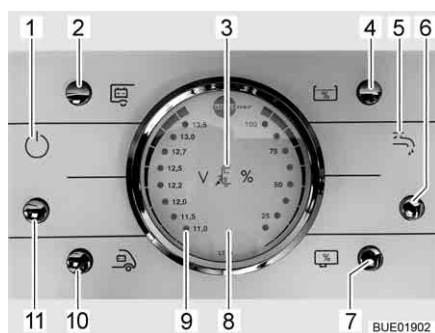

Bild 164 Panel LT 96
Knappen (Bild 164,11) kopplar till och från panelen och 12 V försörjningen till bodelen.
Slå på: ■ Tryck på knappen (Bild 164,11): 12 V-försörjningen för bodelen är påslagen. Kontrolllampan (Bild 164,1) lyser.
Slå från: ■ Tryck på knappen (Bild 164,11): 12 V-försörjningen för bodelen är avstängd. Kontrolllampan (Bild 164,1) slocknar.
På instrument V/Tank (Bild 164,8) beakta vänstra skalan. Instrumentet belyses automatiskt, så snart en knapp trycks.
- Tryck på knappen (Bild 164,10): Startbatteriets spänning visas.
- Tryck på knappen (Bild 164,2): Bodelsbatteriets spänning visas.
På instrumentet V/tank kan vattennivån och avloppsvattennivån avläsas. På instrument V/Tank (Bild 164,8) beakta den högra skalan. Instrumentet belyses automatiskt, så snart en knapp trycks.
- Tryck på knappen (Bild 164,4): Vattenvolymen visas.
- Tryck på knappen (Bild 164,7): Avloppsvattenvolymen visas.
- Tryck på knappen (Bild 164,6): Vattenförsörjningen är aktiverad. Kontroll-lampa vattenpump (Bild 164,5) tänds.
- Tryck på knappen (Bild 164,6): Vattenförsörjningen är avstängd. Kontroll-lampa vattenpump (Bild 164,5) släcks.
Den röda varningslampan "ALARM" (Bild 164,9) blinkar så snart spänningen i bodelsbatteri har sjunkit till under 11 V (mätning under pågående drift) och risk för djupurladdning föreligger.
12 V-kontrollampa (Bild 164,1) tänds när 12 V-huvudströmbrytare (Bild 164,11) är inkopplad.
230 V-kontrollampan (Bild 164,3) lyser när nätspänningen ligger på el-blockets ingång.